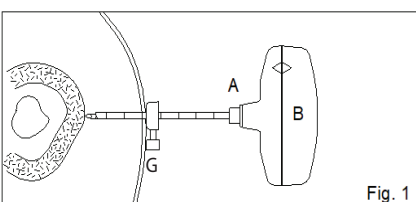

Fig. 1
FIG. 1 Dependendo da profundidade do osso a ser alcançada, ajuste o medidor de profundidade (G) na Cânula de corte (A) ao marcador de centímetros apropriado e aperte para proporcionar orientação visual. Introduza girando no sentido anti-horário, o conjunto da Cânula de corte e o Estilete com ponta de trocar (A+B) até atingir a superfície do osso. Observação 1: Para proteger o tecido mole uma rotação no sentido anti-horário deve ser aplicada durante a inserção através do tecido mole.